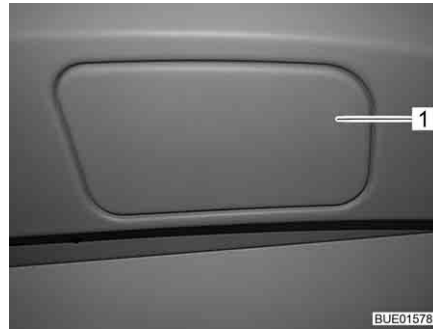

Fig. 34 Copertura dello sbloccaggio di emergenza
- Sollevare la copertura (Fig. 34,1) dello sbloccaggio di emergenza sul soffitto della cabina servendosi di un oggetto piatto (ad es. una moneta).